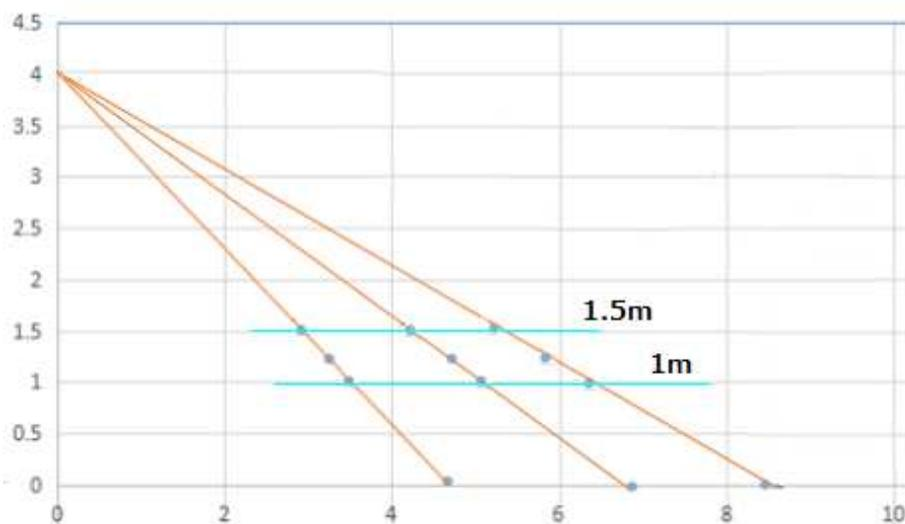

図1
- ② 積雪深を測定する場合は通常測定角度を設けて設置する為、図1の様に積雪の変化と共に測定ポイントが移動しますので、地表面に変化の少ない場所を選定して下さい。
- ③ 測定ポイント付近の地下に配管の敷設や空洞、斜面等があると他所と融雪度合いが変わりますので予め調査の上設置して下さい。
- ④ 融雪期は測定点が汚れやすくなりますので、安定した測定の為に環境にご注意下さい。
- ⑤ 測定部とインターフェース部を接続するケーブルは別売しております。